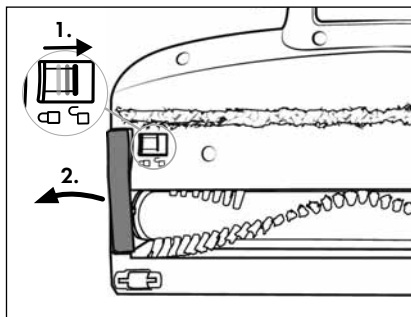

Bild 26
- 2) Lossa rullborsten **21** genom att med fingret föra upplåsningen till rullborsten **19** mot symbolen  (öppna). Ta sedan av rullborstens hållare **20** från golvborsten **22** (se bild 26).